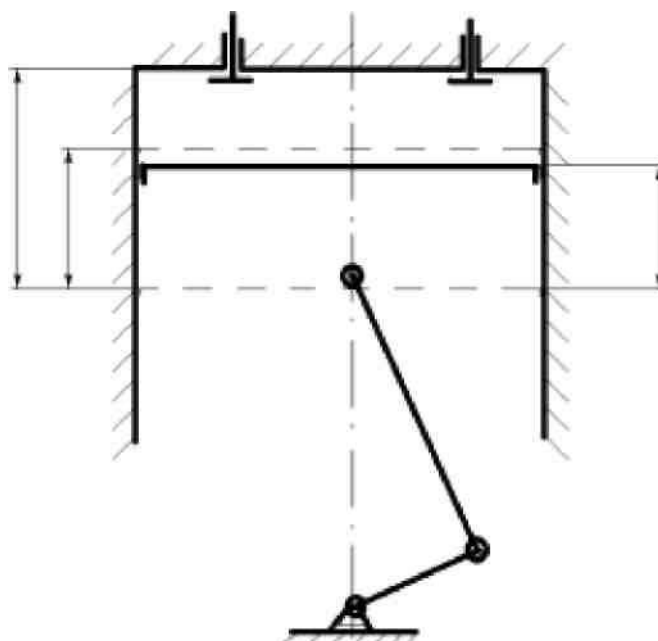

Рис. 1
2.2.1. Нарисуйте и обозначьте на рис. 1: